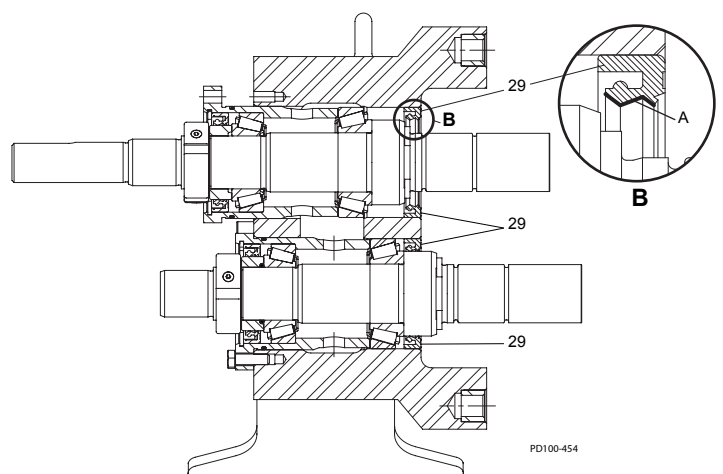
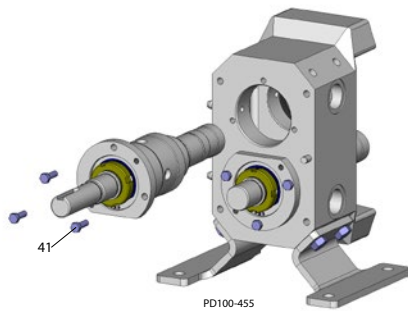

Figura 48: Aplique grasa de cojinetes
Figura 49: Fije con los tornillos
1. Vea la Figura 48. Aplique una capa de grasa de cojinetes al diámetro interior (elemento A) de los bordes delanteros del sello (elemento 29).
2. Instale los conjuntos de eje en la caja de engranajes y asegúrelos con los tornillos (Figura 49, renglón 41). Aplique una película delgada de grasa de cojinetes a las perforaciones y a las copas del cojinete, a fin de facilitar la instalación. Sea cuidadoso a fin de evitar daños a los bordes de los sellos (Figura 48, renglón 29) durante el montaje.